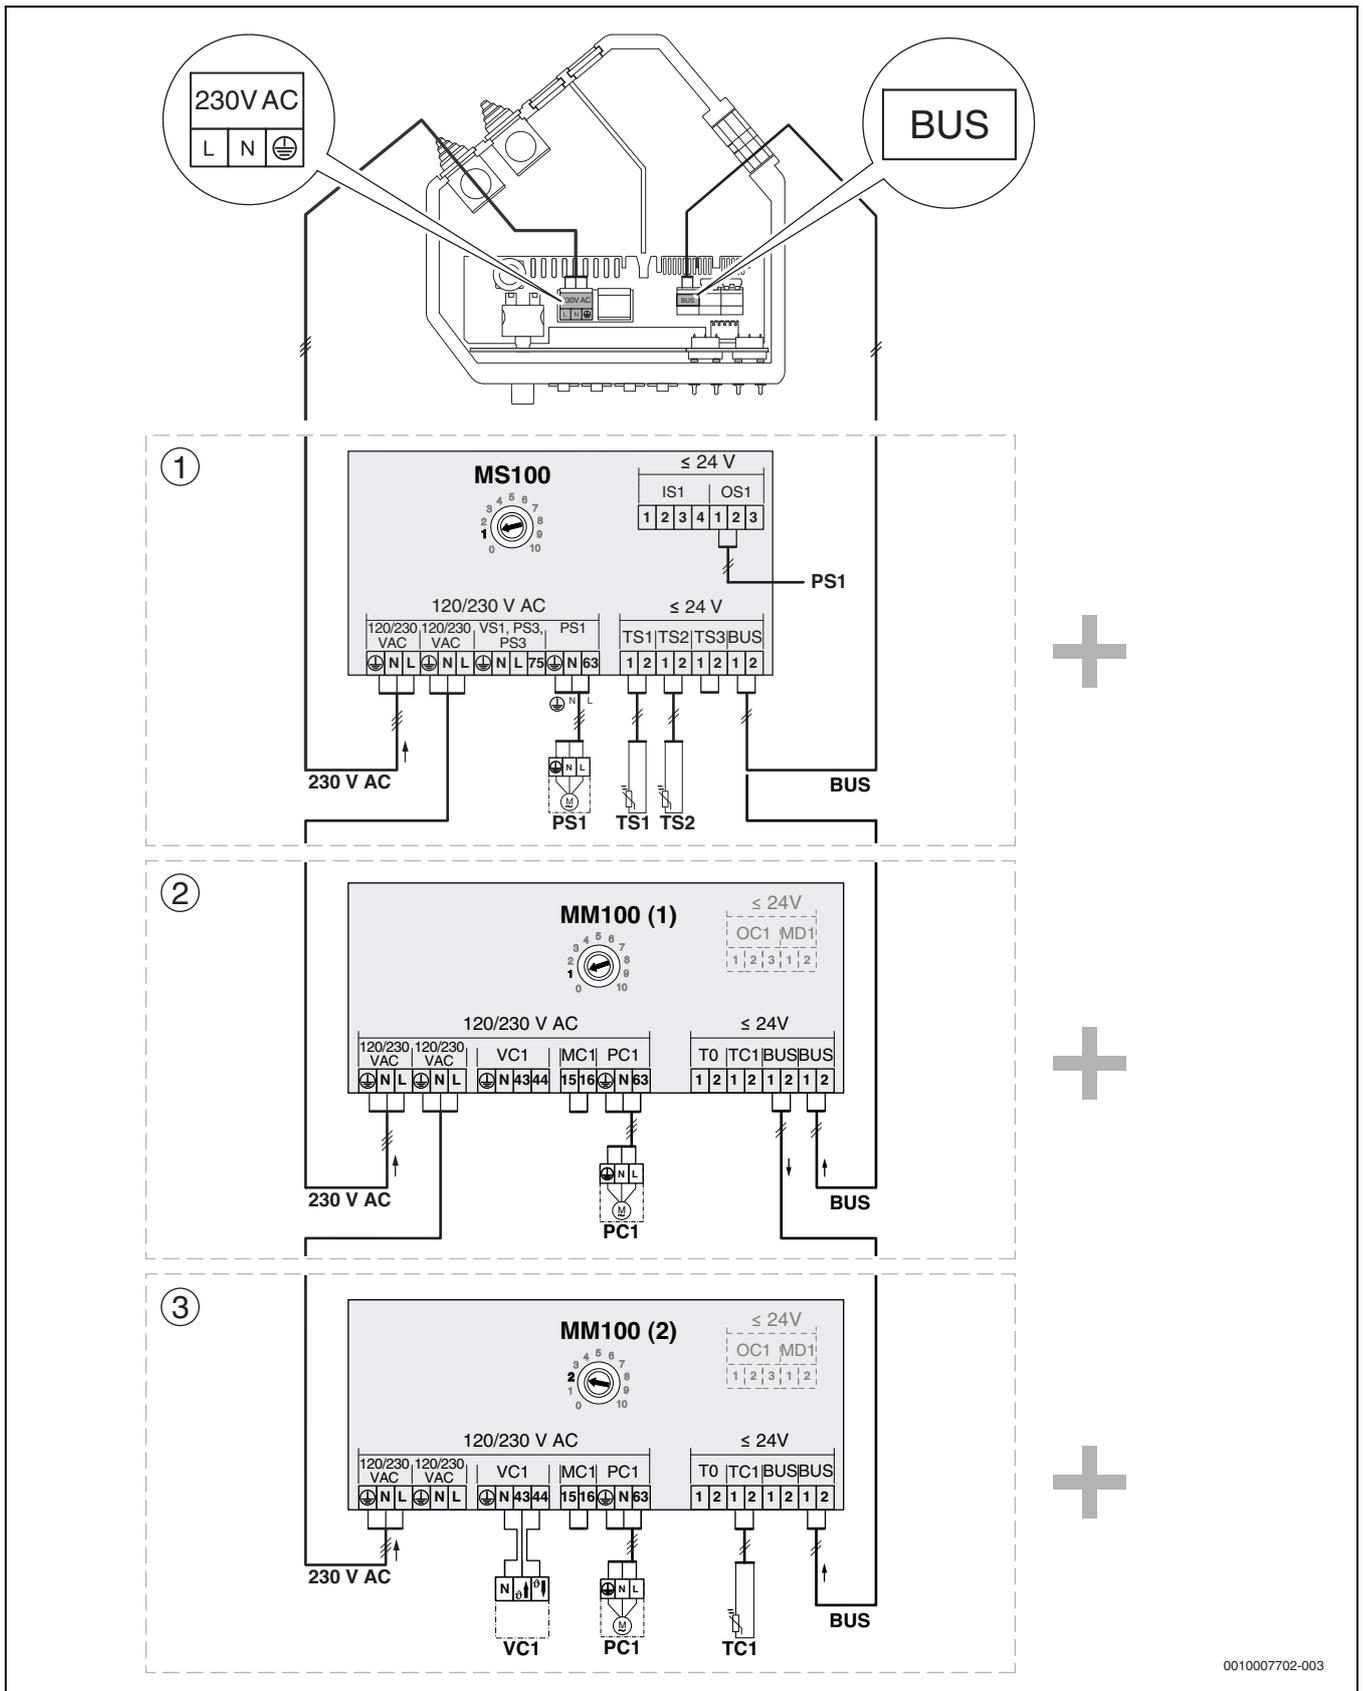

Bild 230 Anschluss der Module MS100 und MM100, wenn vorhanden
Die Module MM100 und MS100 sind an der Anschlussbox in Kaskade angeschlossen (→ Bild 230). Je nach Anlagenkonfiguration können ein oder mehrere der im Bild 230 dargestellten Module entfallen.
**Legende zu Bild 230:**